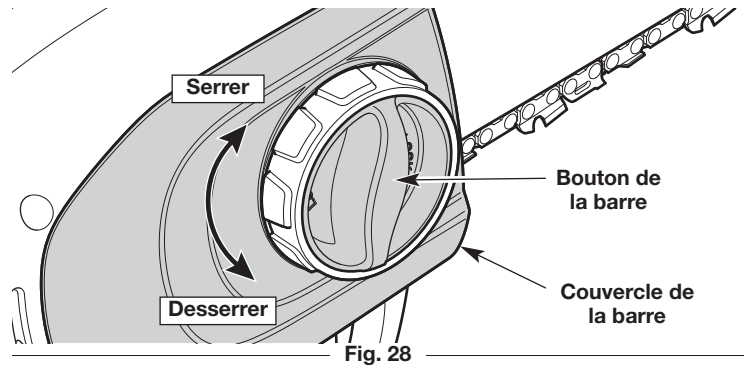
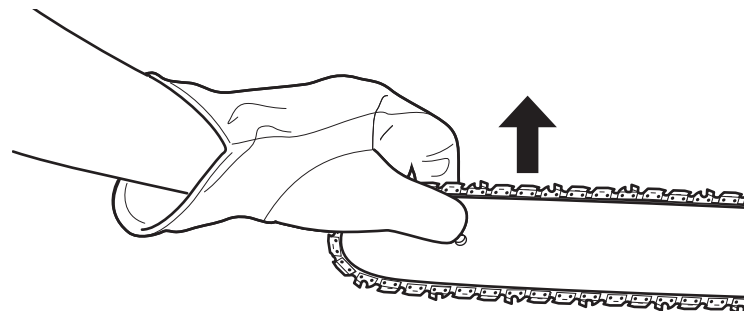
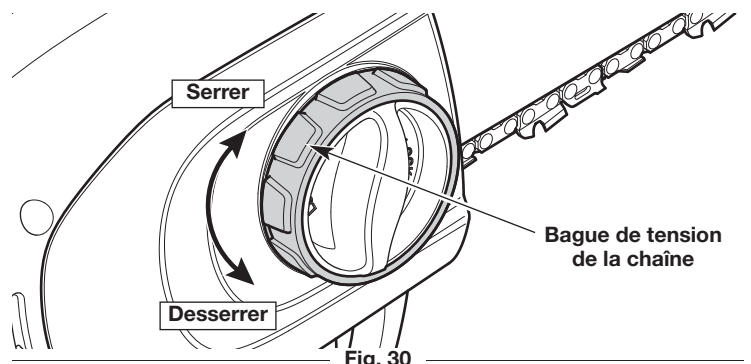

Fig. 28
Fig. 29
Fig. 30
**REMARQUE :** Une nouvelle chaîne tend à se détendre et à nécessiter un réajustement après aussi peu que cinq (5) coupes. Ceci est normal pendant la période de rodage. L'intervalle entre les futurs ajustements s'allongera rapidement.
1. Tourner le bouton de la barre dans le sens antihoraire pour desserrer légèrement le revêtement de la barre (Fig. 28). **NE PAS** retirer le revêtement de la barre.
2. Maintenir la barre de guidage tournée vers le haut (Fig. 29) et tourner la bague de tension de la chaîne pour régler la tension (Fig. 30).
3. Continuer à maintenir la barre de guidage tournée vers le haut (Fig. 29). Tourner le bouton de la barre dans le sens horaire pour serrer légèrement le revêtement de la barre (Fig. 28).
1. Tourner le bouton de la barre dans le sens antihoraire pour desserrer le revêtement de la barre (Fig. 28).
5. Tournez la bague de tension de la chaîne (Fig. 30) jusqu'à ce que la flèche de la chaîne de tension s'aligne avec la flèche se trouvant sur le couvre barre (Fig. 35).
7. Tourner la bague de tension de la chaîne (Fig. 30) dans le sens horaire jusqu'à ce que le revêtement de la barre soit relié au logement du moteur et que la barre de guidage commence à se bouger vers l'avant.
8. Tourner le bouton de la barre dans le sens horaire pour serrer légèrement le revêtement de la barre (Fig. 28). **NE PAS** serrer complètement le bouton de la barre.
10. Maintenir la barre de guidage tournée vers le haut (Fig. 29). Tourner le bouton de la barre dans le sens horaire pour serrer légèrement le revêtement de la barre (Fig. 28).